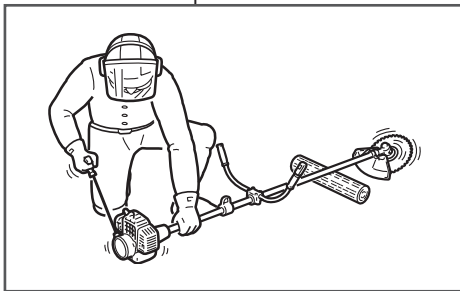

Рис. 12 Положение триммера при запуске
7. Убедитесь, что режущий инструмент не касается земли или других предметов. Проверните коленчатый вал двигателя ручным стартером с помощью ручки (Рис. 12) до тех пор, пока не почувствуете сопротивление, затем медленно опустите ручку стартера вниз. Снова медленно потяните